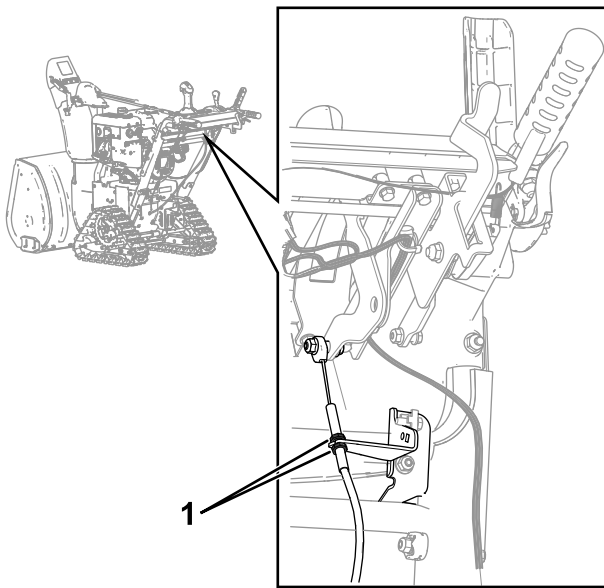

Figura 5
- B. Afloje las 2 tuercas del cable de velocidad por encima del soporte de la palanca selectora de velocidad, situado debajo del panel de control (Figura 5).
B. Afloje las 2 tuercas del cable de velocidad por encima del soporte de la palanca selectora de velocidad, situado debajo del panel de control (Figura 5).